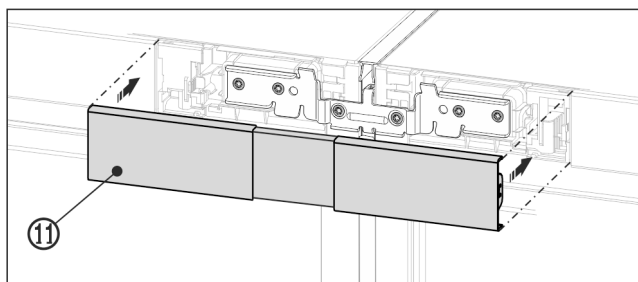

Fig. 23 Eksempelfremstilling
- ▶ Klikk det øvre dekselet Fig. 23 (11) på mellomrommet som ennå er åpent mellom de to betjeningspaneldelene. Pass på at dekselets utsider ligger helt i flukt med betjeningspaneldelene.